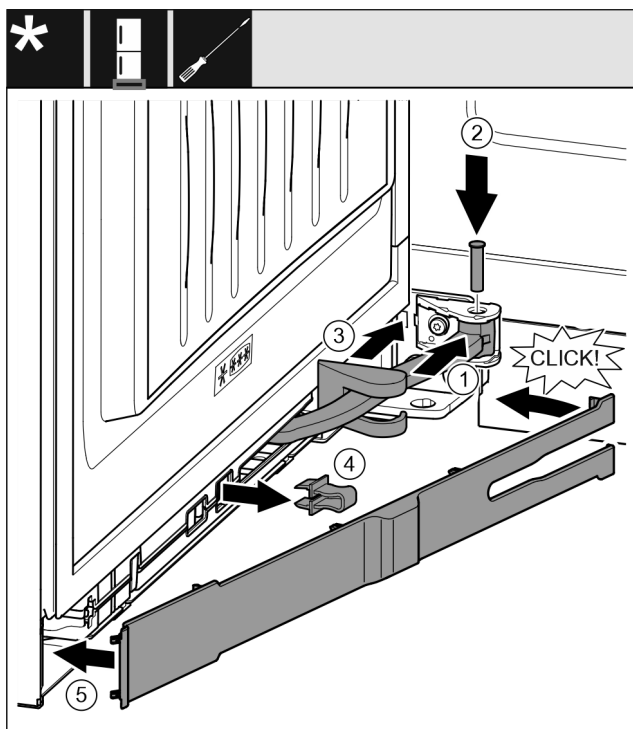

Fig. 49
- ▶ 将铰链 Fig. 49 (1) 旋转至悬挂装置。
- ▶ 用螺丝刀将螺栓 Fig. 49 (2) 插入悬挂装置和铰链。同时注意止动凸轮需正确地处于凹槽中。
- ▶ 沿着铰链推动托架盖 Fig. 49 (3)，并将其安装到悬挂装置上。
- ▶ 取下保险装置 Fig. 49 (4)。
- ▶ 将隔板 Fig. 49 (5) 放上并转入把手侧。